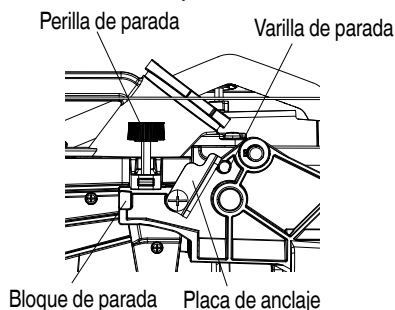

Fig. 24-a
- (1) Para ajustar el desplazamiento de ancho máximo del cabezal de corte, siga los pasos indicados a continuación: (Fig. 24-a)